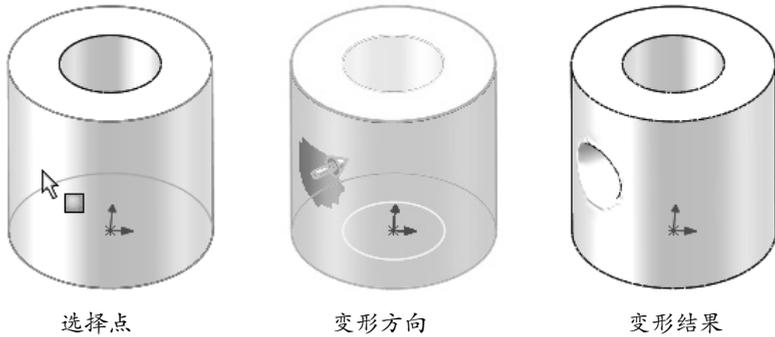

图 3-16
- “点”变形：“点”变形是改变复杂形状的最简单方法。选择模型面、曲面、边线或顶点上的一点，或选择空间中的一点，然后选择用于控制变形的距离和球形半径，如图 3-16 所示。